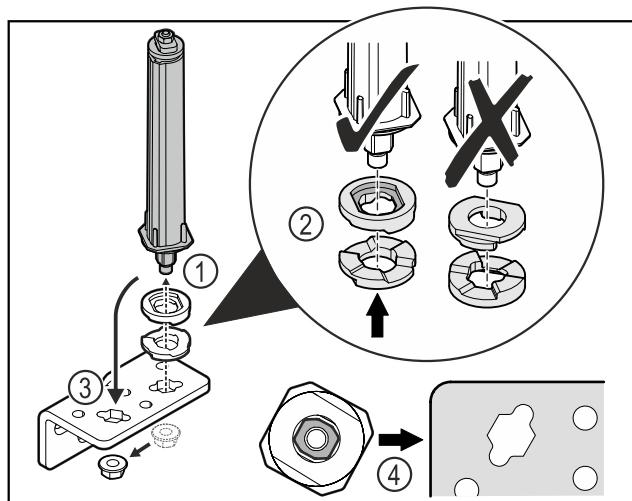

Fig. 47
- ▶ 松开螺母, 并移除关门系统 Fig. 47 (1)。
- ▶ 确保高度调整垫片正确对齐 Fig. 47 (2)。
- ▶ 调换合页角铁中的关门系统并用螺母固定 Fig. 47 (3)。
- ▶ 装入时, 确保关门系统正确对齐 Fig. 47 (4)。